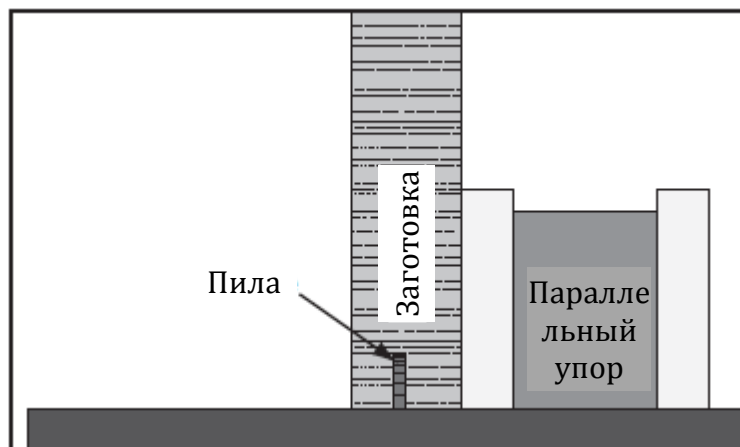

Рис. 53. Шпунтование стандартной дисковой пилой
5. Поставить заготовку на кромку, как показано на рис. 53, затем отрегулировать параллельный упор так, чтобы пила была выровнена внутри шпунта.